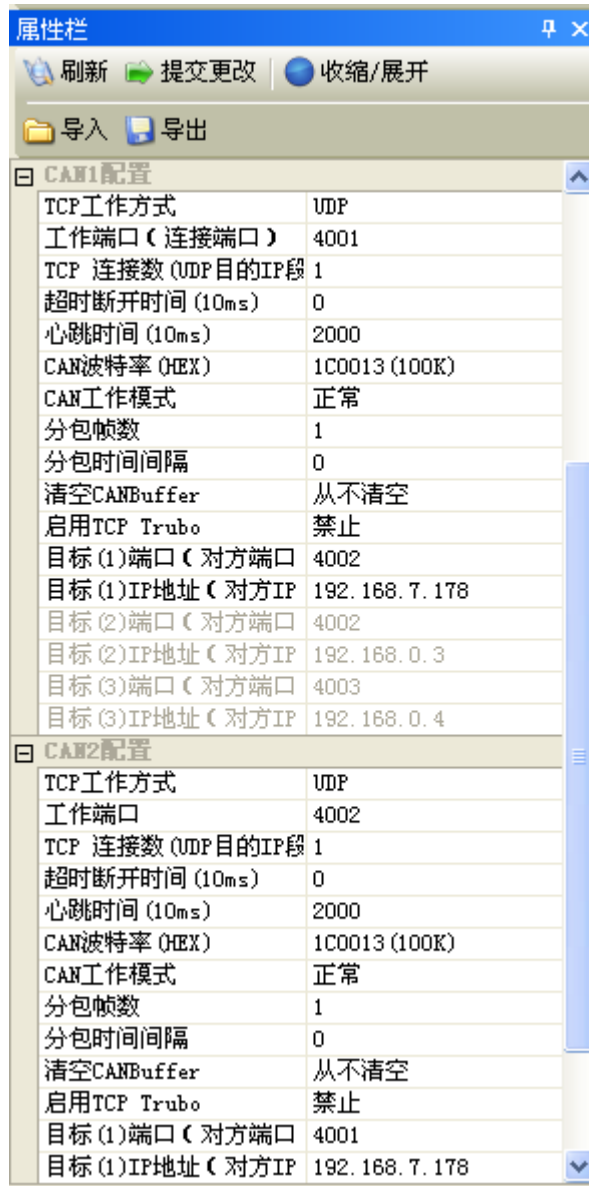

图 6.4 ZNetCom 配置工具配置 CAN 通道参数
- ② 配置 UDP 模式 CAN1 和 CAN2 的目标 IP 地址和端口号都填对方的。如图 6.4 所示